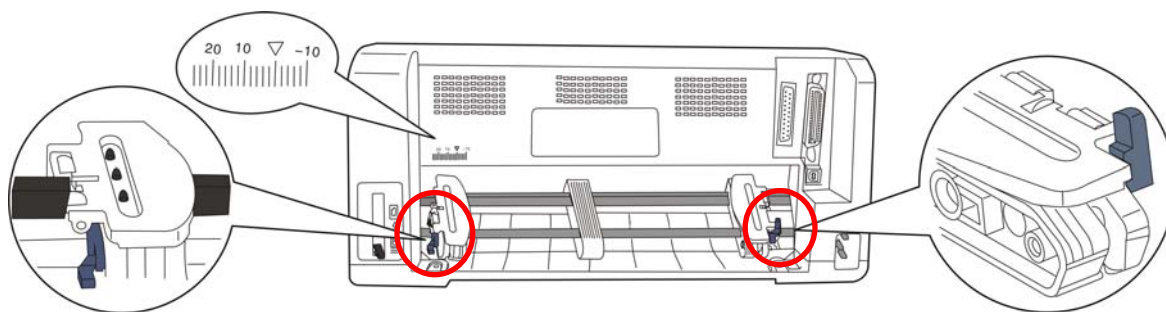

图 3-9 调整链轮位置
4. 将拖纸器左链轮移至左边适当位置（“▽”位置表示横向起始打印位置）。按下拖纸器左链轮的链轮锁定杆以锁定左链轮。将拖纸器右链轮移至适当位置（如图 3-9 所示）。